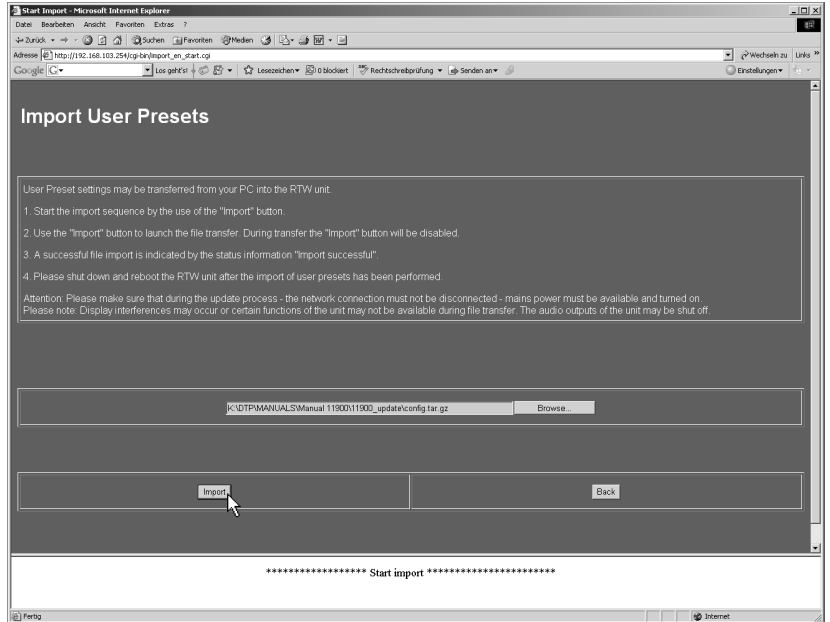

Bild 8-21: Starten des Imports
5. Aktivieren Sie über die Schaltfläche „Import“ den Transfer der Anwender-einstellungen in den SurroundMonitor (siehe Bild 8-21). Sollte die Schaltfläche „Import“ nicht sichtbar sein, verschieben Sie die Seite mit den grauen Balken am rechten Bildschirmrand. **Achten Sie darauf, dass während des Datentransfers keine Unterbrechung der Netzwerk-Verbindung oder der Stromversorgung auftritt!**